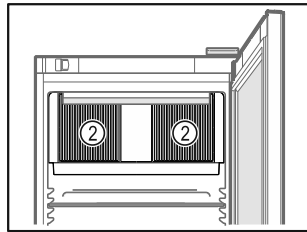

Fig. 61
- Mbani të lira kanalet e ajrimit Fig. 61 (2) të ventilatorit të qarkullimit të ajrit në hapësirën e brendshme.